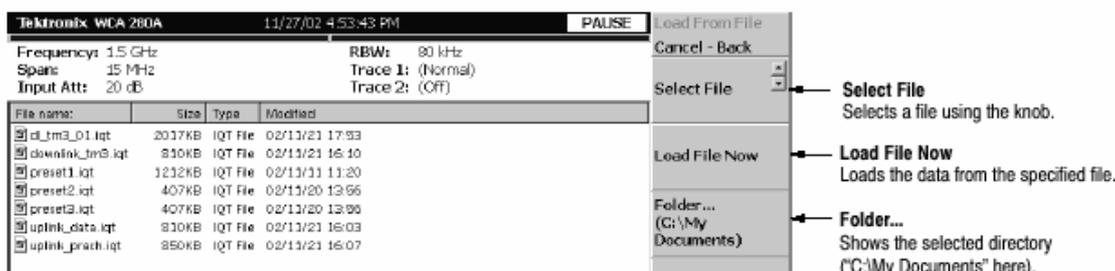

图 3-78 由文件菜单加载
8. 在文件选择后，按压 Load File Now 侧面键。见图 3-78。